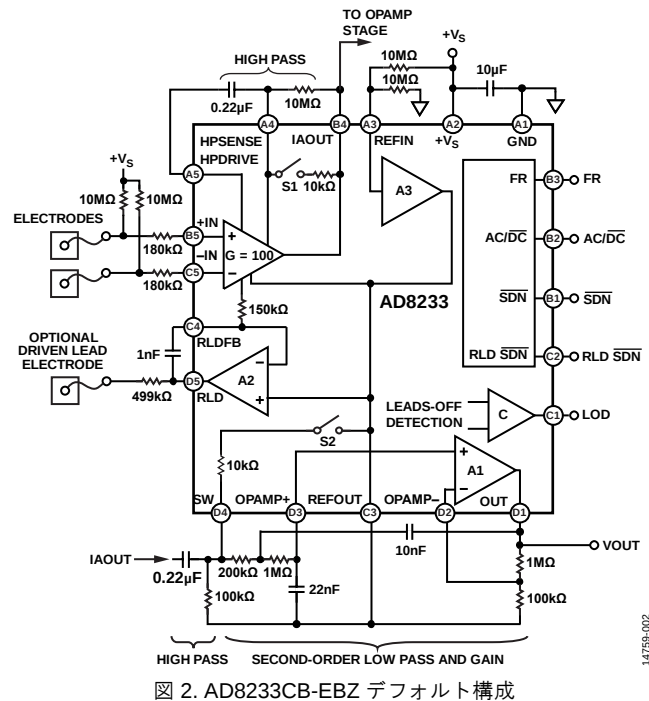
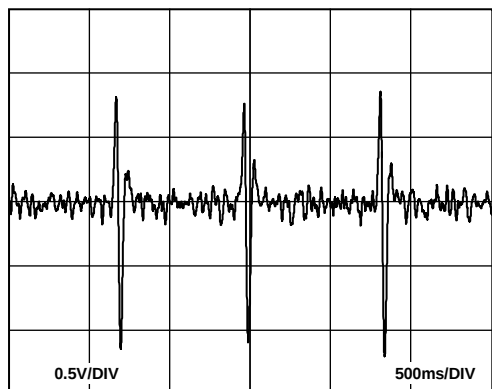

図 2. AD8233CB-EBZ デフォルト構成
図 3. OUT 端子で測定した予想される AD8233CB-EBZ 出力信号
簡略化した回路図を図 2「AD8233CB-EBZ 評価ボードのデフォルト構成」に示します。全回路図については、「評価ボードの部品選択」セクションを参照してください。予想される出力信号は OUT 端子で測定され、図 3 に示されています。
2. レフト・アーム (LA) 端子とライト・アーム (RA) 端子を ECG 信号発生器などの信号源に接続します。
3. ライト・レッグ (RL) 端子を ECG 信号発生器などの信号源に接続します。RLD は RL 端子を介して得られます。
5. 出力信号は OUT 端子から得られます。予想される出力信号を図 3 に示します。
ゲインおよびフィルタは、電極の位置やアプリケーションに応じて調整を必要とする場合があります。狭帯域幅のためモーション・アーチファクトやその他の外部干渉が高いレベルで除去されますが、図 3 に示すように、こうした帯域幅によって ECG 信号に歪みをもたらされることがあります。詳細については、AD8233 のデータシートを参照してください。